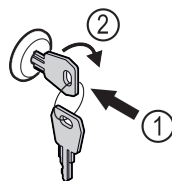

Fig. 183
- Insérer la clé. Fig. 183 (1)
- Tourner la clé à 90° dans le sens horaire. Fig. 183 (2)